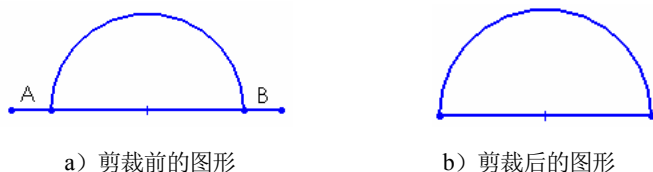

图 2-56 剪裁实体过程
下面以如图 2-56 所示为例说明草图剪裁的操作步骤。
❶ 执行命令。在草图编辑状态下,选择菜单栏中的“工具”→“草图工具”→“剪裁”命令,或者单击“草图”工具栏上的“剪裁实体”图标按钮,在左侧特征管理器出现“剪裁”属性管理器。
❷ 设置剪裁模式。选择“剪裁”属性管理器中的“剪裁到最近端”模式。
❸ 选择需要剪裁的直线。依次用鼠标单击图 2-56 中的 A 和 B 处,剪裁图中的直线。
❹ 确认剪裁实体。单击“剪裁”属性管理器中的“确定”图标按钮,草图实体的剪裁,结果如图 2-56 所示。